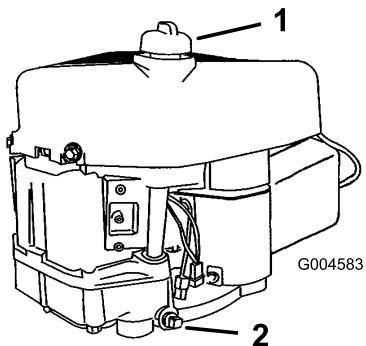

Figure 20
8. Nettoyez la surface autour de la jauge d'huile (Figure 20) pour éviter que des impuretés ne s'introduisent dans le goulot de remplissage, ce qui risquerait d'endommager le moteur.
11. Versez lentement environ 80% de la quantité d'huile spécifiée dans le goulot de remplissage (Figure 20). Contrôlez le niveau d'huile (voir Contrôle du niveau d'huile).